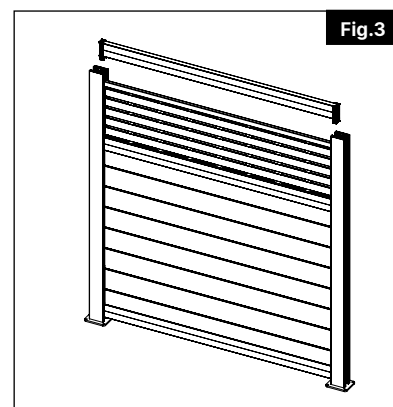

Fig.3
- 4.** Installez la traverse supérieure en faisant glisser les supports dans les rainures des poteaux. Arrêtez le support lorsque le haut du support est au même niveau que le haut du poteau. Installez une vis n° 10 × 1,9 cm ($\frac{3}{4}$ po) en angle à travers le support et dans la paroi intérieure du poteau (fig. 3 et fig. 4).